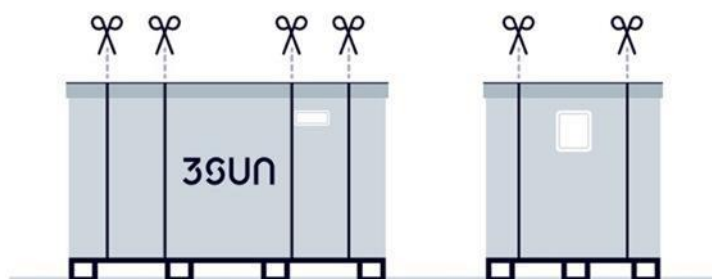

Figura 14: Ordine di rimozione delle cinghie interne della scatola
- a) Tagliare le cinghie esterne della scatola (Figura 14)